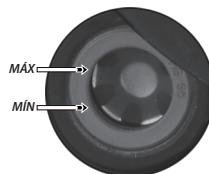

Imagen 15. Mirilla.
2. Localizar la mirilla del aceite en el lado derecho del motor. Ver imagen 15.